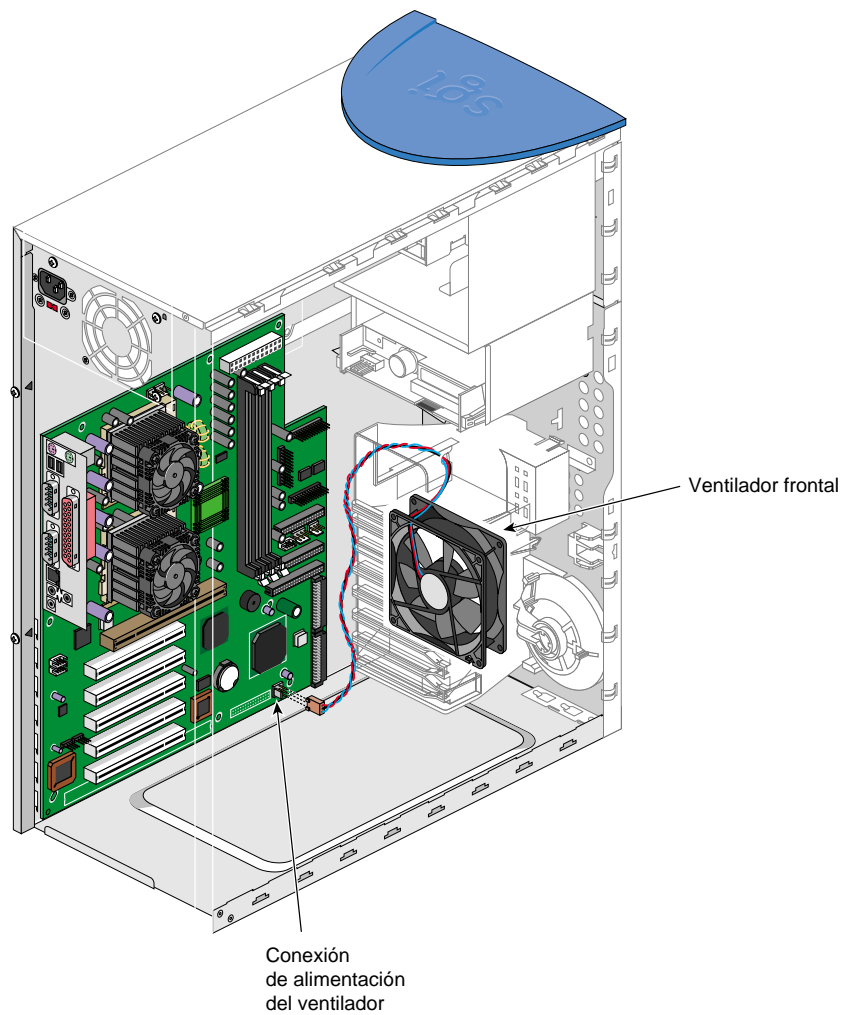

Figura 2-17 Conexión del cable del ventilador frontal
6. Conecte el cable del ventilador frontal. Consulte la posición de la conexión en la Figura 2-17.